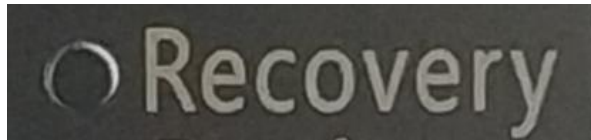

图 6 Recovery 还原按键
(1) 检查工作：① 由于备份及还原操作过程中机器均不能外接存储设备，在操作之前务必先检查确认 USB 接口未连接外部存储设备，如 U 盘等，否则备份还原会出现错误；② 保证硬盘内存容量大小不小于 64G;
(2) 在关机状态下，找到机壳上 Recovery（还原）按键(如图 6 所示)，并保持按下状态不松开，然后按下开机按钮，直到进到 Ghost 界面再松开；